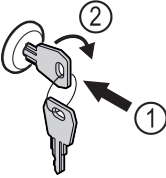

Fig. 162 例图
► 按入钥匙 Fig. 162 (1)。
► 将钥匙顺时针转动 90° Fig. 162 (2)。